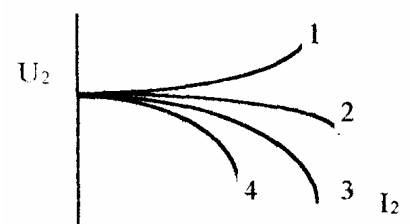

Рис. 10.5.
10.7.21. Серед зображених на рис.10.5 зовнішніх характеристик трансформатора для активного, індуктивного, ємнісного та активно-індуктивного навантаження вказати характеристику: